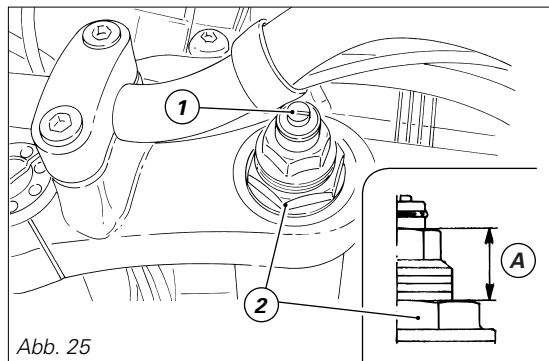

Abb. 25
- 1) (Abb. 25) zur Änderung der hydraulischen Dämpfung in der Zugstufe;
- 2) (Abb. 25) zur Änderung der Vorspannung der innen liegenden Federn;